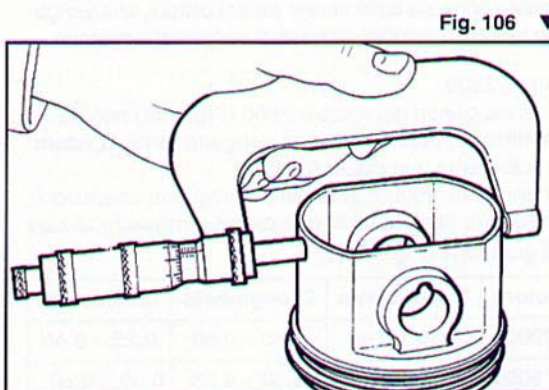

Fig. 106 ▼
- misurare il diametro del mantello di ogni pistone, a circa 15 mm dalla base ed a 90° rispetto allo spinotto (Fig. 106):
- measure the diameter of the skirt of each piston, at about 15 mm from the bottom and at 90° to the pin (Fig. 106):